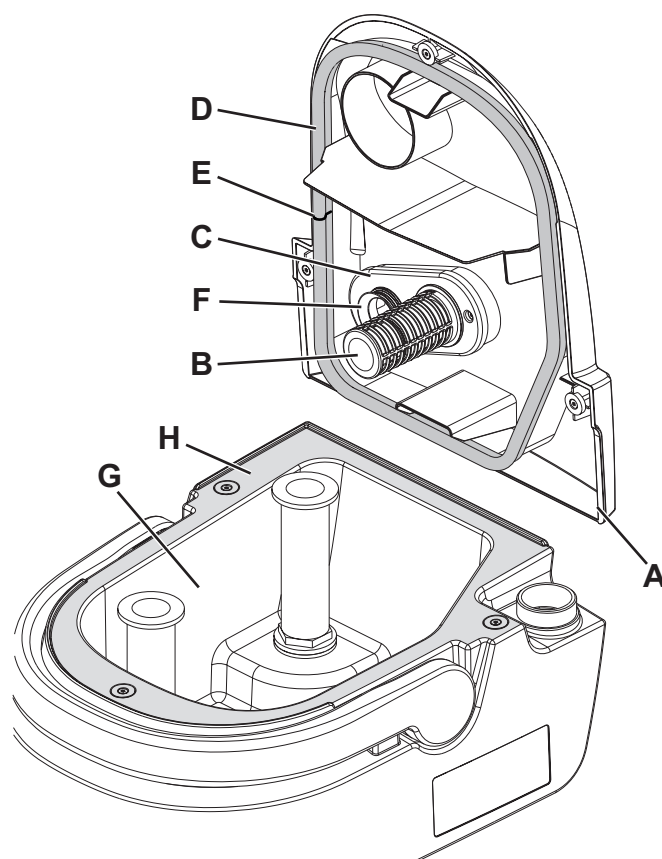

Abbildung 11
1. Das Tankfach (13) mithilfe des Griffs (15) aus dem Gerätgehäuse heben.
2. Deckel (A, Abb. 11) abnehmen und mit warmem Wasser und Reinigungsmittel reinigen.
3. Das Ansauggitter (B) mit dem Schwimmer demontieren und sorgfältig reinigen.
4. Sofern erforderlich das Gehäuse (C) demontieren, sorgfältig reinigen und wieder einbauen.
5. Auf die Unversehrtheit der Deckeldichtung (D) des Schmutzwassertanks prüfen.